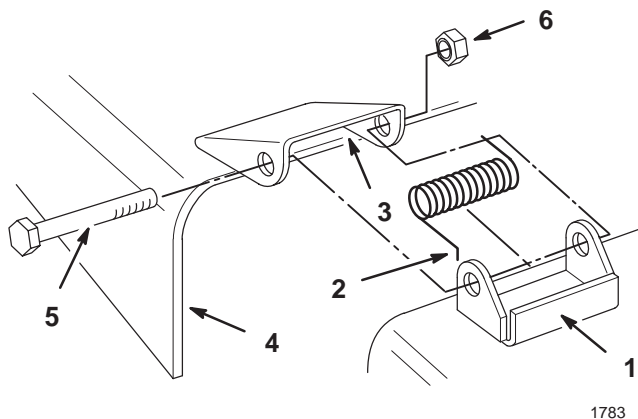

Figure 2
1. Placez les ressorts dans les supports du plateau de coupe, les extrémités crochues engagées sur la partie arrière surélevée (Fig. 2).
2. Placez le déflecteur en face des trous des supports et des extrémités droites des ressorts dans l'espace sous la charnière et au-dessus du déflecteur (Fig. 2).
3. Passez les boulons dans le déflecteur, les ressorts et les supports pour fixer le déflecteur au support. Fixez l'ensemble avec les contre-écrous (Fig. 2).